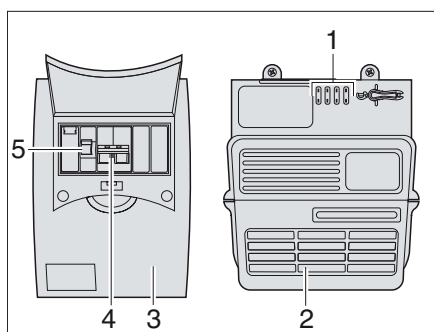

Fig. 92 Bloc secteur et disjoncteur automatique
Le coffret de fusibles 230 V (Fig. 92,3) est montée à côté du bloc transformateur (Fig. 92,2).
Dans le coffret de fusibles (Fig. 92) se trouvent le fusible principal (Fig. 92,4) et un disjoncteur différentiel (Fig. 92,5).
Le disjoncteur différentiel (Fig. 92,5) mesure le flux de courant des lignes d'arrivée et de retour de courant. En cas d'équilibre entre les deux lignes, le disjoncteur différentiel reste inactif. En cas de différence entre les lignes, le disjoncteur interrompt immédiatement le flux de courant. De la sorte, il empêche des accidents électriques dangereux.
- Pousser l'interrupteur principal (Fig. 92,4) vers le haut en position "ON".
- Pousser le disjoncteur différentiel (Fig. 92,5) vers le haut en position "ON".